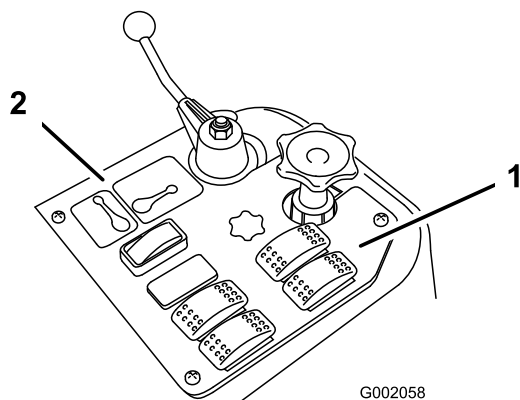
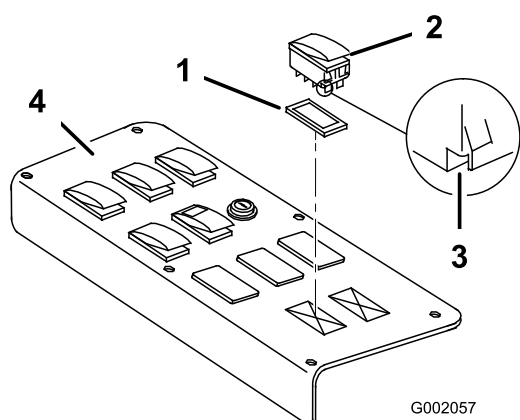

Figura 24
Figura 25
2. Eleve e retire as 2 tampas do painel de controlo de pulverização no veículo e instale os 2 interruptores fornecidos nesse local (Consulte Figura 24 para o Multi Pro 1200 e Figura 25 para o Multi Pro 1250).
Nota: Certifique-se de que a orientação dos interruptores corresponde à que é mostrada em Figura 25, com o entalhe a apontar para a traseira do veículo.